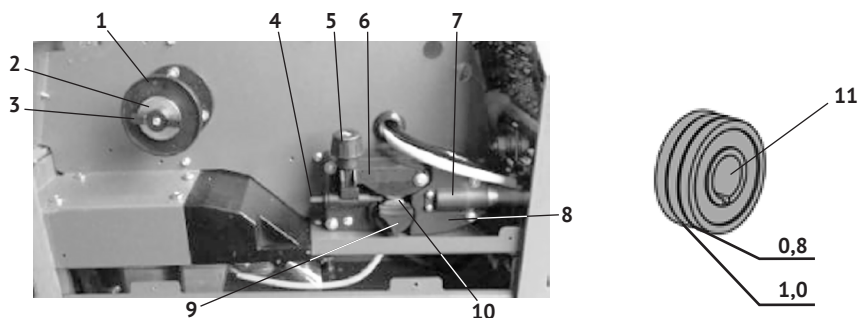

рис. 4
- открутив подпружиненную прижимную гайку (рис.4 поз.3), снять пластиковую втулку (рис.4 поз.2);
7.2.1 Установка катушки и настройка механизма подачи проволоки (см. рис.4).
- установить на опору скольжения (рис.4 поз.1) ступицу катушки с проволокой таким образом, чтобы катушка при подаче вращалась против часовой стрелки (проволока подаётся к гибкой направляющей входа снизу);
- открыть механизм подачи проволоки, повернув влево рычаг фиксации (рис.4 поз.5).
При этом прижим с прижимным роликом (рис.4 поз.6) пружиной переместится в вертикальное положение, для удобного доступа к подающему ролику (рис.4 поз.11) и направляющей выхода проволоки (рис.4 поз.7);
- Сварочную проволоку вставить в гибкую направляющую (рис.4 поз.4) входа и продвигать дальше в механизм подачи. Другой рукой, прижав проволоку к рабочей канавке опорного ролика, протянуть её в отверстие направляющей выхода (рис.4 поз.7);
- закрыть механизм подачи проволоки: опустить прижим (рис.4 поз.7) с роликом (рис.4 поз.6) и зафиксировать его, переместив рычаг фиксации (рис.4 поз.5) в вертикальное положение;